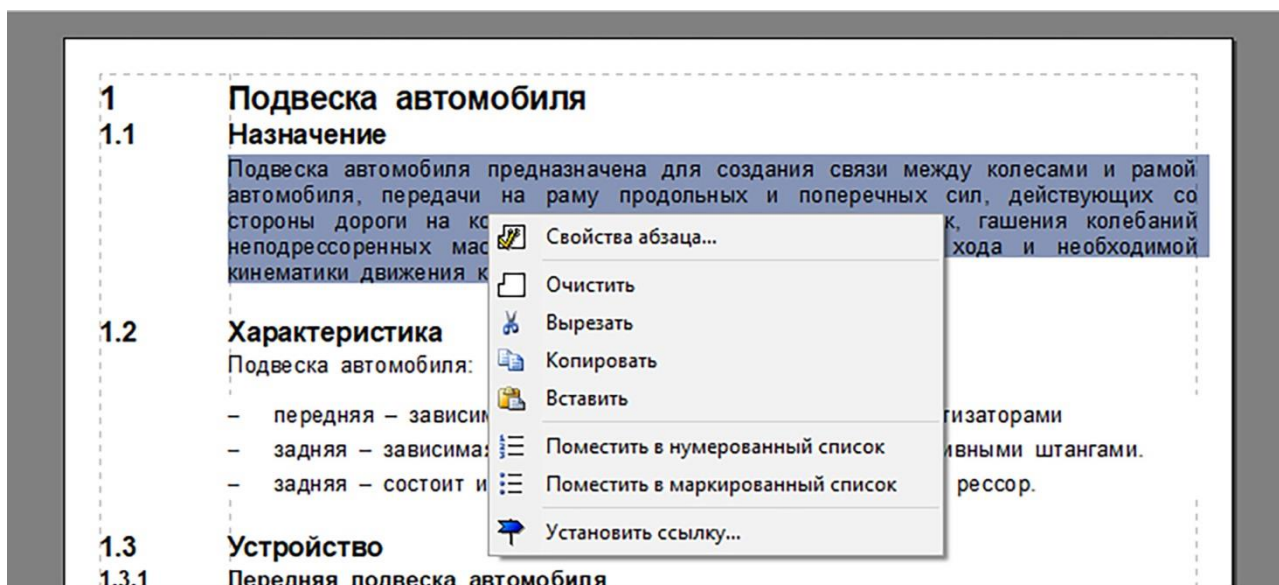

Рисунок 191
- 1) Выделите абзац (рисунок 191).
- 3) Выберите из контекстного меню пункт **Свойства абзаца** (рисунок 191).